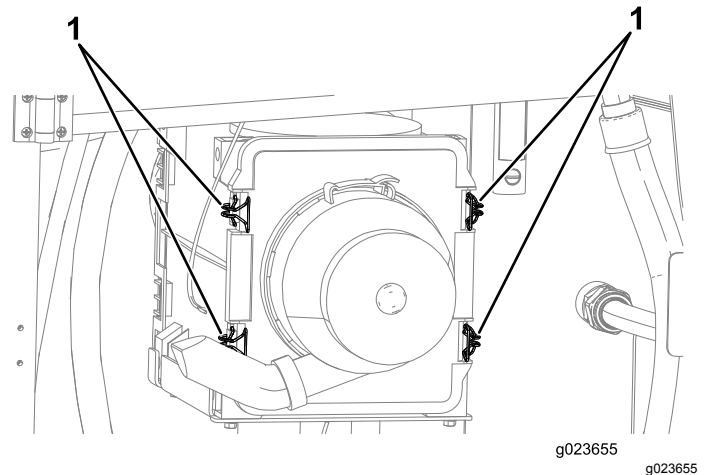

**Bild 88**
5. Ziehen Sie die vier Riegel für die Luftfilterabdeckung nach außen (**Bild 88**).
4. Schieben Sie die Luftfilterabdeckung nach innen, bis sie fest sitzt, und befestigen sie mit den Riegeln (**Bild 88**).